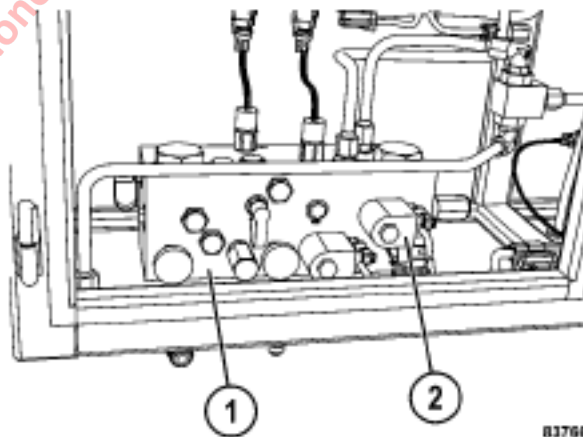

FIGURA 3-20. GABINETE DE FRENO
- c. Desconecte el arnés de cable del camión desde el solenoide de freno de parqueo (2, figura 3-20). Conecte el arnés de cable especial para el solenoide de freno de parqueo. Conecte el cable de tierra desde el conector a un bloque de tierra en el lado derecho del gabinete de freno.
13. Cuando se ha alcanzado la posición deseada, el operador del vehículo remolcado debe aplicar los frenos de servicio y, a continuación, gire el interruptor (1) a la posición OFF. Esto aplicará los frenos de parqueo.